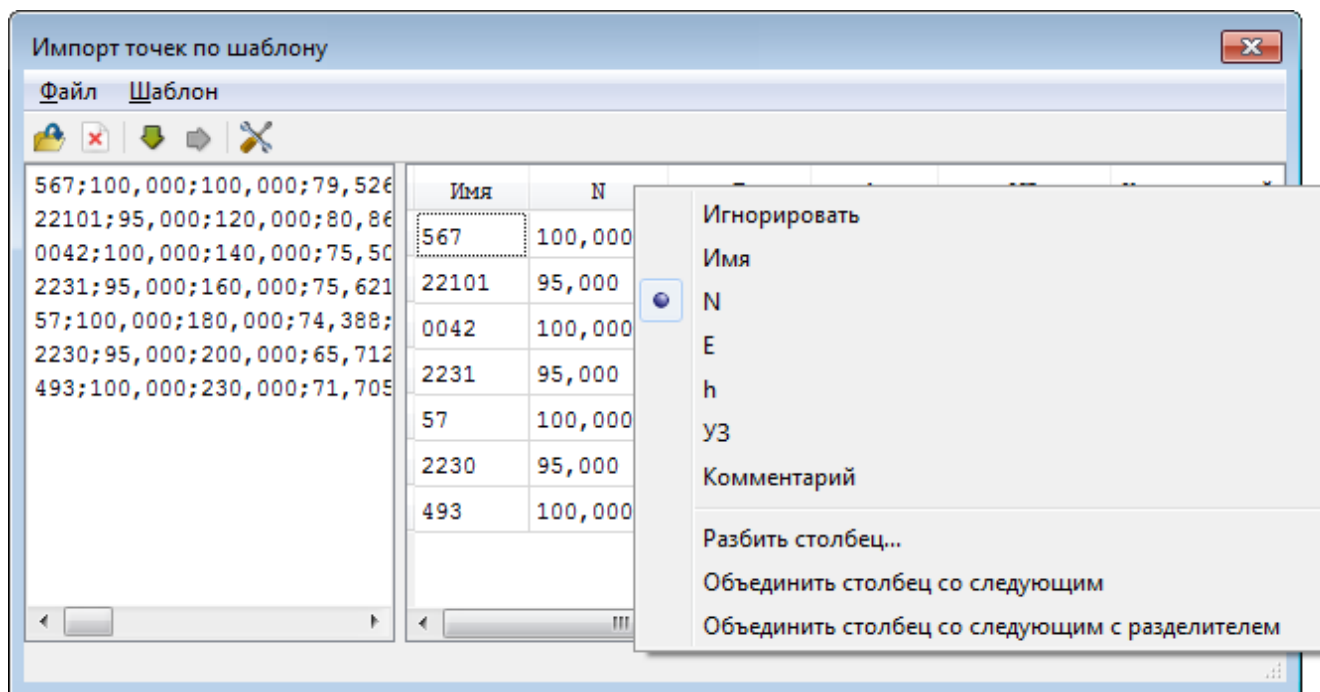

Рисунок 10.5
– Каждой колонке правой панели можно изменить имя. Для этого щелкните правой клавишей мыши на заголовке столбца и из контекстного меню выберите соответствующий пункт (рис. 10.5).